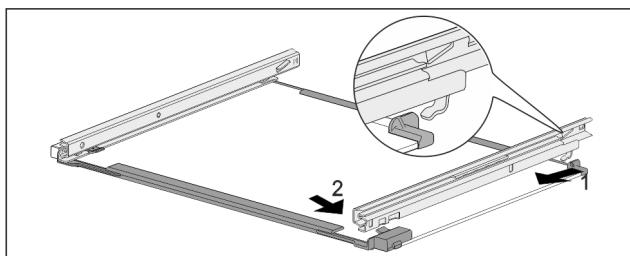

Fig. 195 带轨道的玻璃隔板
- ▶ 轨道后部钩入。Fig. 195 (1)
- ▶ 轨道前部卡紧。Fig. 195 (2)